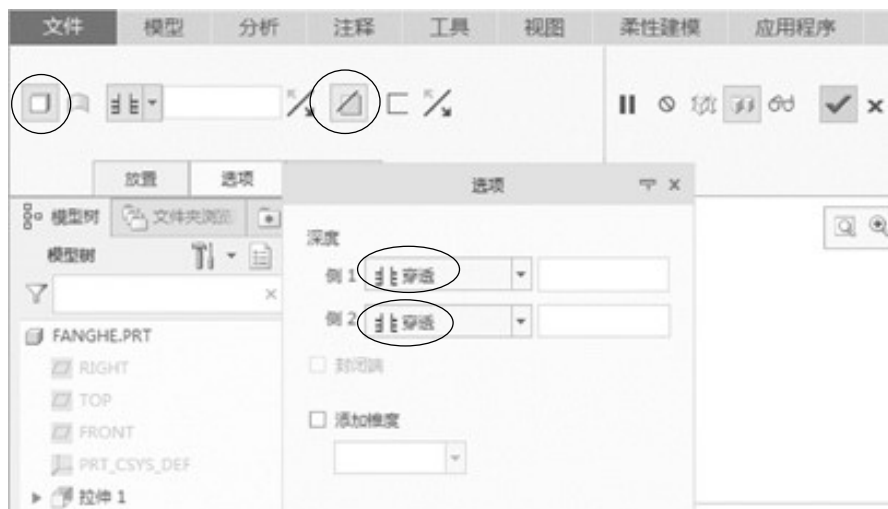

图2-4 设定“拉伸”选项
Step 09 在“拉伸”操控板中单击“拉伸为实体”按钮，单击“移除材料”按钮，单击“选项”按钮，在“侧1”下拉列表中选择“穿透”选项，在“侧2”下拉列表中选择“穿透”选项，取消“添加锥度”选项的选中状态，如图2-4所示。
Step 19 在“拉伸”操控板中单击“拉伸为实体”按钮, 按下“移除材料”按钮, 单击“选项”按钮选项, 在“侧1”下拉列表中选择“穿透”选项, 在“侧2”下拉列表中选择“无”, 具体步骤可参考图2-4。